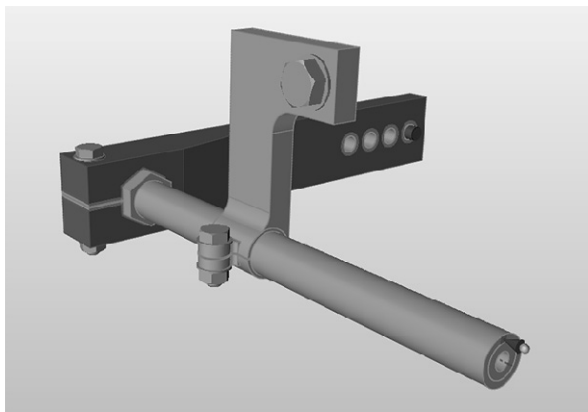

图 12-28
- 7) 按〈A〉键显示模型中的所有零件，如图 12-28 所示。